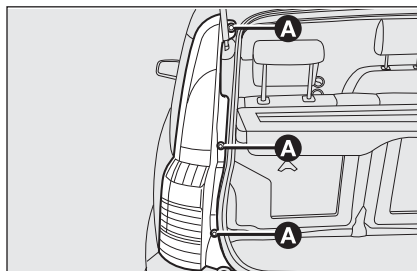

fig. 32
- ☐ afloje los tres tornillos **A**-fig. 32 de sus alojamientos respectivos, tire delicadamente hacia sí el piloto completo hasta soltarlo completamente de los tres muelles de enganche (están fijados a presión) y desenchufe el conector;